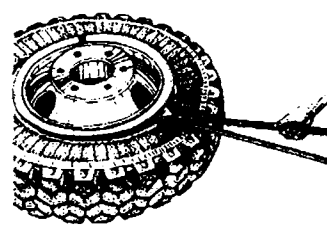

Рис. 5-11. Отжатие борта шины
4. Удерживая прямую лопатку в пазу вилочной, последней продолжать отжатие борта шины до тех пор, пока он не будет снят с конической полки бортового кольца (рис. 5-11.).